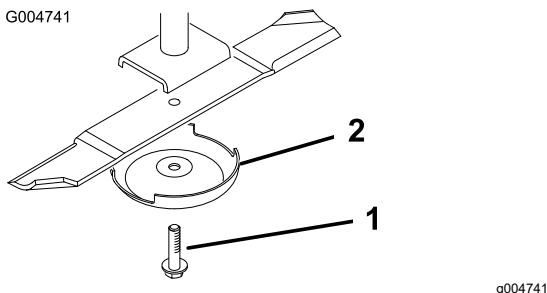

Рисунок 89
- Снимите болт ножа, защитный колпак и нож с вала шпинделя (Рисунок 89).